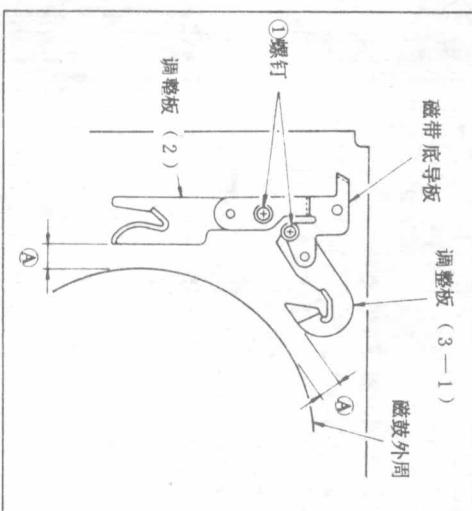

图 5 更换磁鼓
1) 测量并记录上磁鼓磁带保持部及调整板的 2 个间隙⑤(图 5)。(不要忘记此项工作。因为调整板的安装位置会影响磁带通道。)
2) 拧下图 5 中的螺钉①并卸下磁带底导板及调整板
1) 测量上磁鼓与调整板的间隙，以便更换磁鼓组件 (图 5)。
2) 拧开 2 个螺钉①以卸下磁带底导板②及调整板 (图 5)。
3) 拧开 2 个螺钉④以卸下磁带支架组件⑤。
4) 拧开螺钉⑥以卸下导板⑦。
5) 拧开 2 个螺钉⑧及 5 个螺钉⑨，以便卸下高速运转导板(1-YA)⑩及导板(2)⑪以及斜底组件⑫。
6) 拧开螺钉⑬以卸下销连垫板⑭。